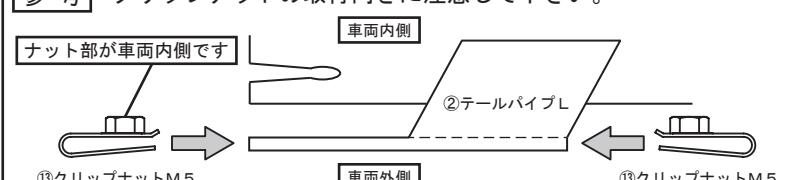

FIG. 16
18. ①テールパイプRに⑦カーボンヒートガードを⑩SUSキャップボルトM5×10ネジロック付、⑫SUSワッシャM5 φ14 t1.0を使用して仮締めして下さい。 (FIG. 16参照)